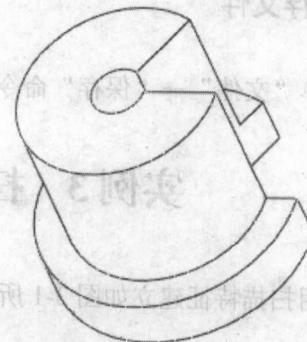

图 2-5
(6) 单击预览按钮，结果如图 2-5 所示，单击旋转特征操控板中的 按钮，完成本次旋转特征的建立。